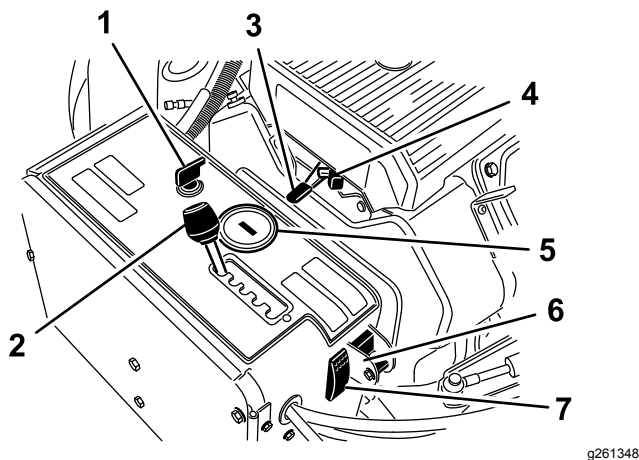

Figure 14
Le commutateur d'allumage (Figure 14) sert à démarrer et arrêter le moteur. Il a 3 positions :
Placez le levier de sélection de l'espacement (Figure 14) dans le trou correspondant à l'espacement voulu ou à la position « T » pour le transport.
La commande d'accélérateur (Figure 14) permet de réguler le régime moteur. Déplacez la commande en avant (position HAUT RÉGIME) pour augmenter le régime moteur ou en arrière (position BAS RÉGIME) pour le réduire. Le régime moteur régule la vitesse
- À l'arrêt du moteur, le compteur horaire/compte-tours (Figure 14) affiche le nombre d'heures de fonctionnement du moteur.
Utilisez le starter pour démarrer le moteur à froid (Figure 14).
Tournez le sélecteur vers le bas pour désactiver la fonction TrueCore (Figure 14). Retirez le boulon pour accéder au sélecteur manuel.
Appuyez sur l'interrupteur de réinitialisation du système (Figure 14) pour lever la tête d'aération si la machine tombe en panne (par ex. panne de carburant).